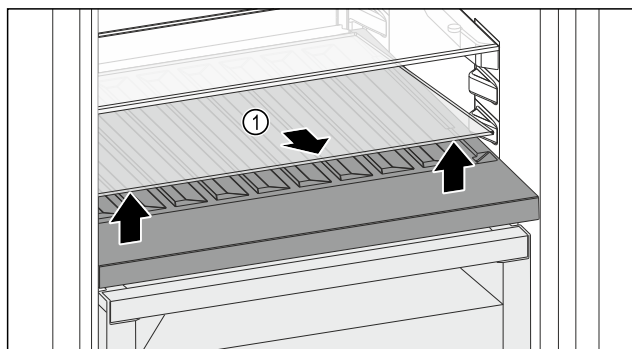

Fig. 118
- ▶ 抬起前部槽上的玻璃隔板 Fig. 118 (1) 并取出。
- ▶ 将玻璃隔板 Fig. 118 (1) 稳妥地放在冰箱外。